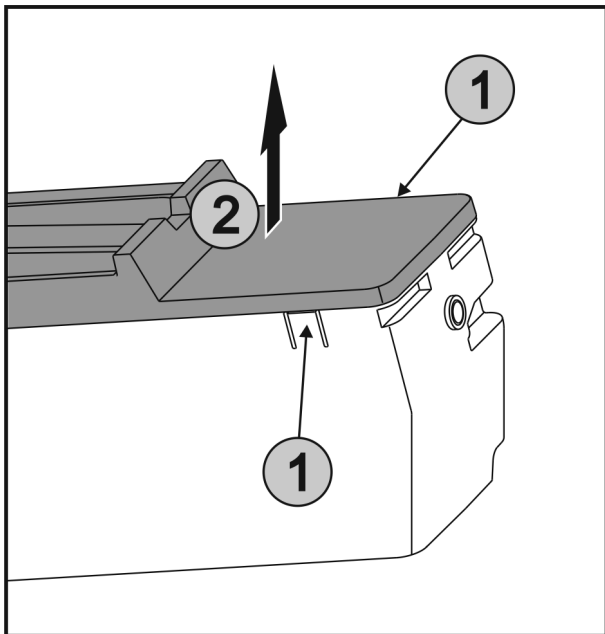

Fig. 31
- ▶ Lippen Fig. 31 (1) aan beide zijden van EasyTwist-Ice gelijktijdig indrukken en de afdekking Fig. 31 (2) omhoog verwijderen.